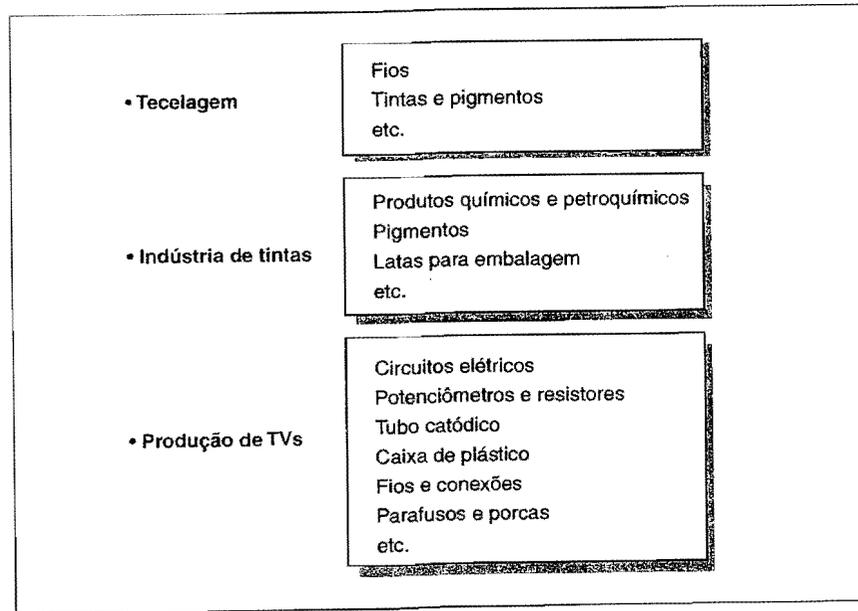

FIGURA 3.4.
As matérias-primas (MP) constituem os insumos e materiais básicos que ingressam no processo produtivo da empresa, ou seja, todos os itens iniciais necessários para a produção, o que significa que a produção é totalmente dependente das entradas da MP para ter a sua seqüência garantida. Cada empresa se caracteriza por um tipo de MP ou uma determinada variedade de MP, como mostra a Figura 3.4.